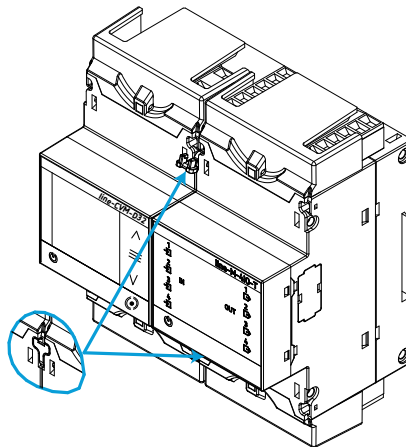

Figura 5: Instalación paso 3.
3.- Conectar los dos equipos, y fijarlos bajando los clips frontales (Figura 5).